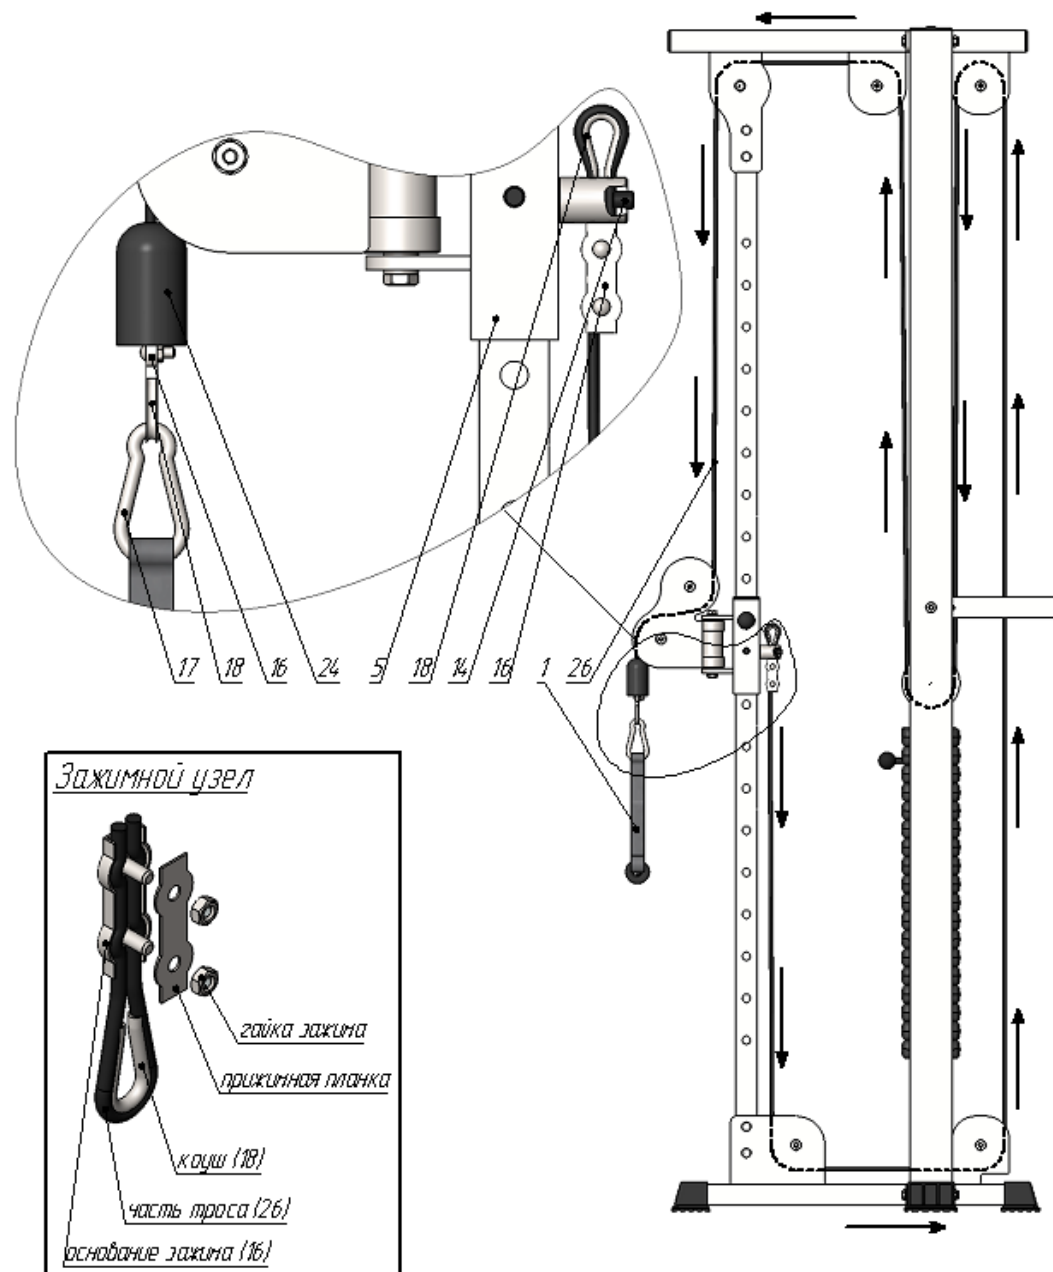

Рис.4
в) свободный конец троса (26), проденьте в отверстие ограничителя троса (24); затем вложите трос в зажим Duplex (16), обогнув два болта с одной стороны; далее оберните трос вокруг коуша (18) и вернитесь в зажим (16), снова обогнув болты, но с другой стороны. Затяните как можно сильнее планку зажима (16). Зафиксированный конец троса скрепите с ручкой тяги (1) при помощи карабина (17) (рис.4).